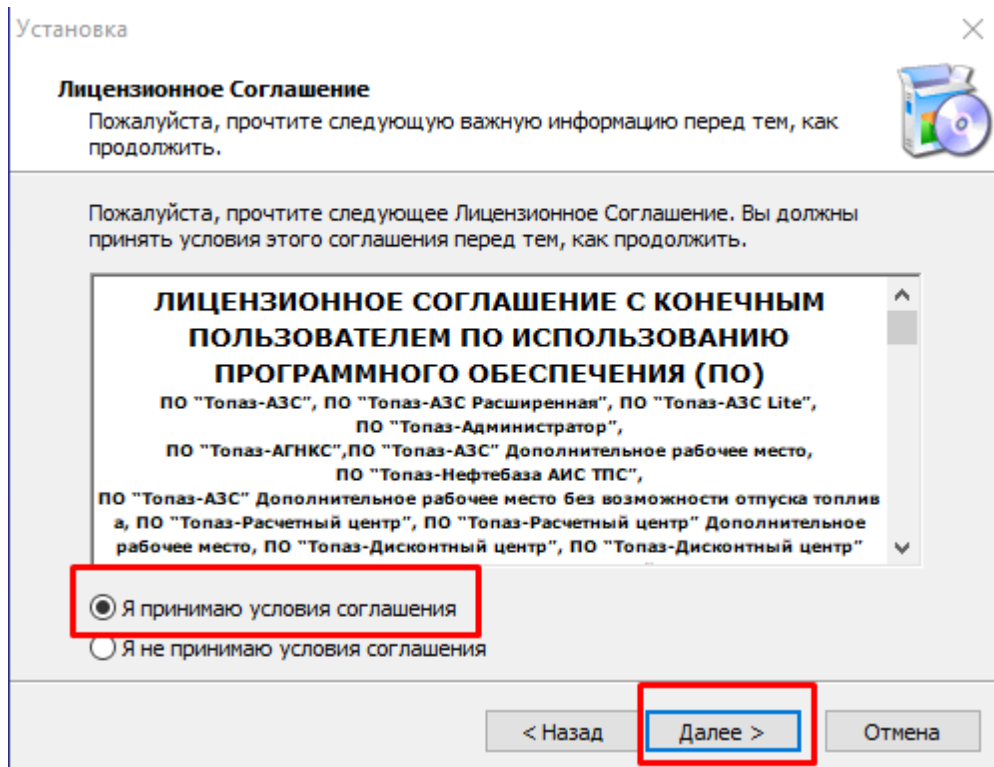

Рисунок 6.
5. Прочитайте и примите условия лицензионного соглашения, после чего нажмите кнопку "Далее" (рисунок 6);